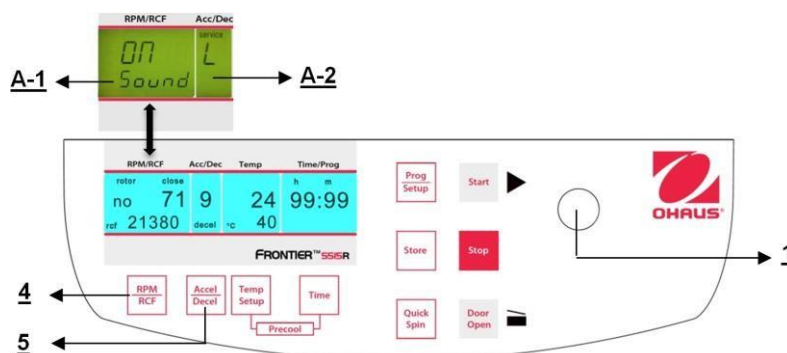

Figura 36
Proceda como se describe en el punto 4.1.1 para ingresar en este modo de programa y luego presione el botón "**Accel/Decel**" (5). En la pantalla "**Acc/Dec**" (A-2) destella la palabra "**Service**". Ahora seleccione la letra "**U**" con la perilla de ajuste (1). Como resultado, en la pantalla "**RPM | RCF**" (A-1) aparecen las palabras "**Vol=0-9/Sound**". Después de presionar el botón "**RPM | RCF**" (4), puede ajustar el volumen deseado entre 0 (bajo) y 9 (alto) con la perilla de ajuste (1) (vea la Figura 36).